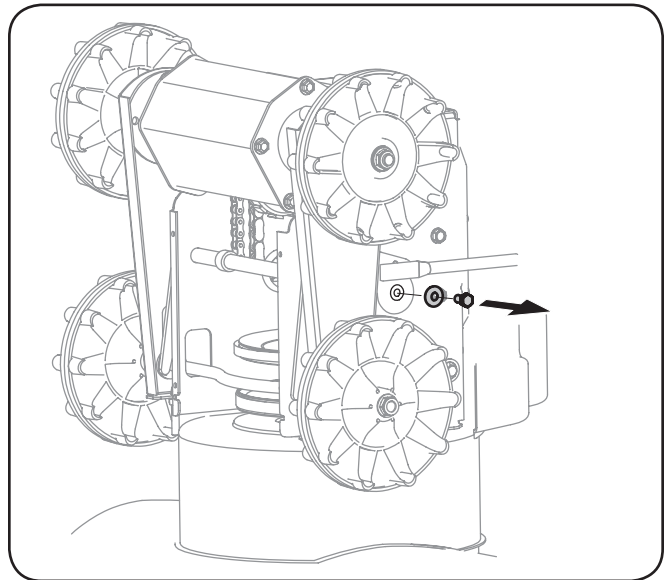
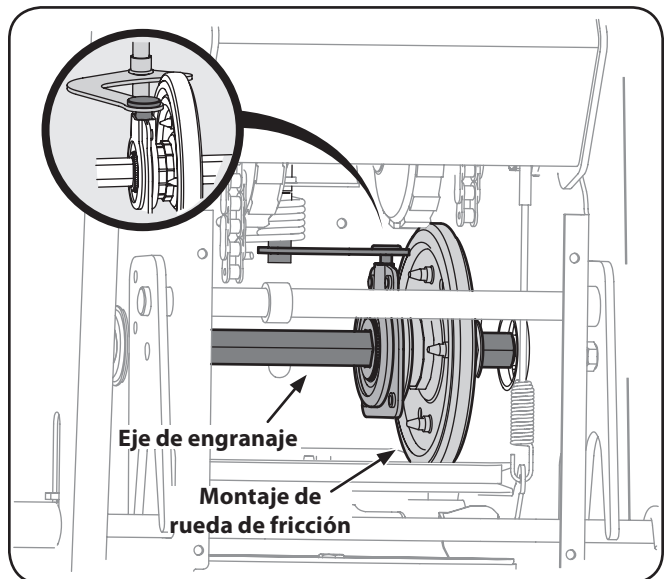

Figura 7-8
Figura 7-9
4. Sujetando el eje de engranaje con una llave de $\frac{3}{4}$ " , extraiga el perno hexagonal y la arandela de campana que están a la izquierda del eje de engranaje. Vea la Figura 7-8 y la Figura 7-9.
5. Mueva el eje del engranaje a la derecha y retire el montaje de la rueda de fricción del eje. Vea la Figura 7-9.
10. Ubique el montaje de la rueda de fricción sobre el pasador del montaje de la varilla de cambio, y deslice el eje a través del montaje. Vea la Figura 7-9. Vuelva a armar en orden inverso.